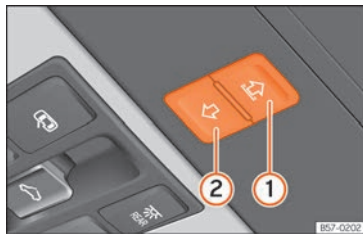

Abb. 68 Im Dachhimmel: Funktionsfläche zur Bedienung des Sonnenschutzrollos.
- Wenn sich das Sonnenschutzrollo innerhalb von 5 Sekunden immer noch nicht schließen lässt, drücken Sie den Taster »» [Abb. 68]
②, bis das Sonnenschutzrollo vollständig geschlossen ist. **Das Sonnenschutzrollo schließt ohne Einklemmschutz!**